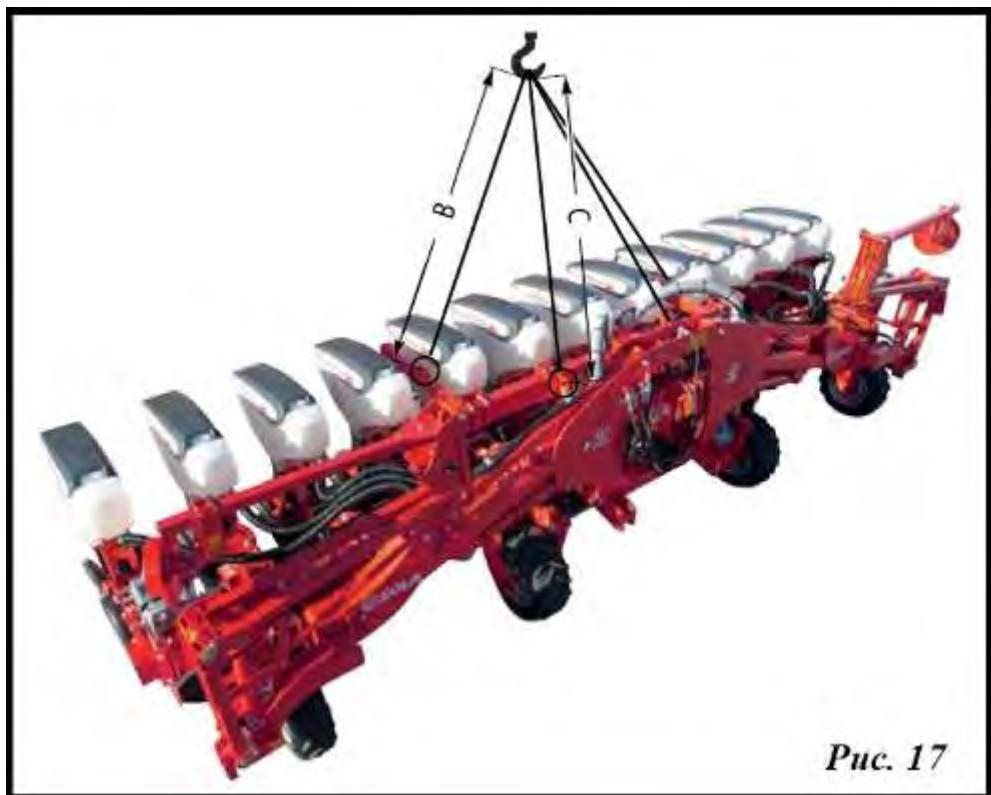

Рис. 17
- за 2 ДОПОЛНИТЕЛЬНЫХ строповочных отверстия на опорных стойках (С, рис. 17).